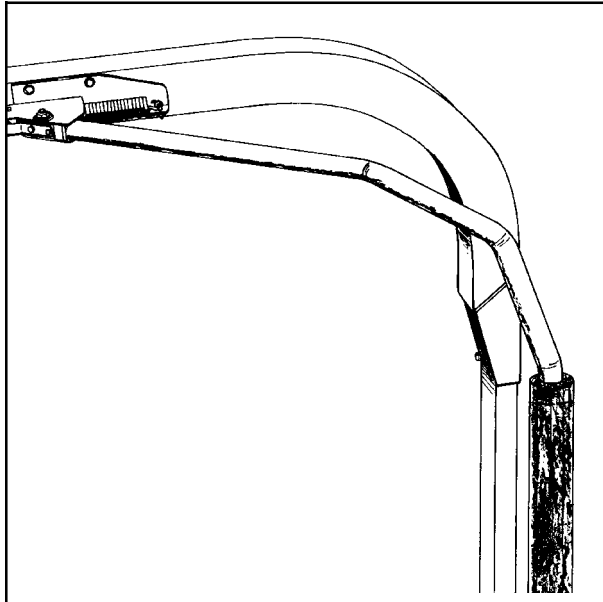

Bild 5-1
- 5.4** Der Notstop besteht aus einem Auslöserbügel, der einen kleinen elektrischen Schalter betätigt. (Siehe Abb. 5-1). Sobald der Stromkreis unterbrochen wird, wird der Ölstrom abgestellt und der Wickelarm hält an. Dieser Status ist daran zu erkennen, daß in der Steuerungseinheit drei Punkte angezeigt werden. (Siehe Kap. 7.1.1, Abschnitt e).